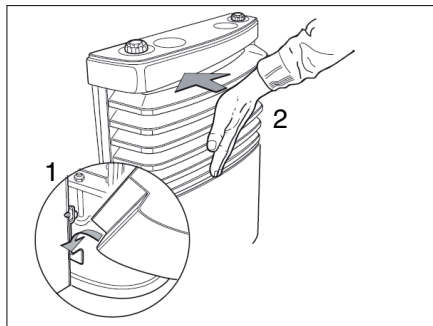

Fig. 111 Mettre en place le revêtement du chauffage
- Monter le revêtement du chauffage A cet effet, accrocher le revêtement dans les paliers inférieurs (Fig. 111,1).
- Faire basculer le revêtement jusqu'à ce que le levier de verrouillage se verrouille de manière audible (Fig. 111,2).